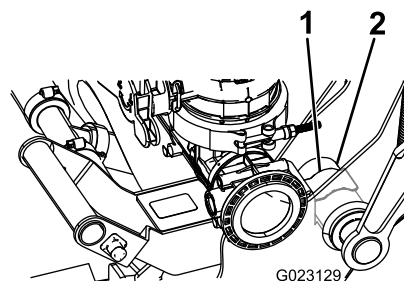

Figure 12
- D. Poussez jusqu'à ce que le collier s'enclenche sur le logement de pivot, comme montré à la Figure 12.